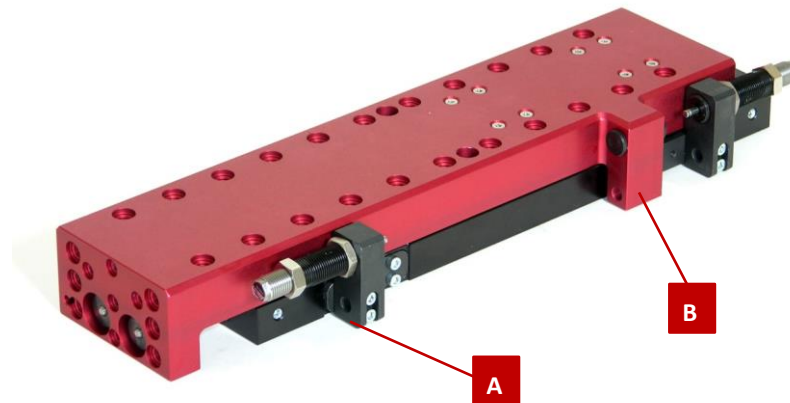
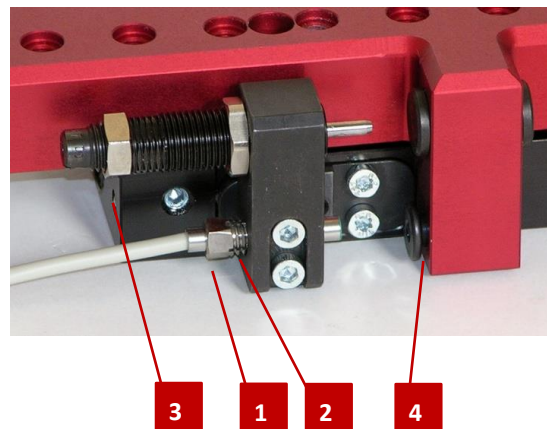

Abb. 12 A+B: Aufnahme des Induktiv-Initiators
Abb. 13 Montage Induktiv-Initiator
1. Initiator (Abb.13, 1) mit der Klemmhülse (Abb.13, 2) im Aufnahme A und B (Abb.12) einschrauben.
2. Initiator (Abb. 13, 1) zusammen mit Stossdämpfer (Abb. 13, 3) einstellen und festziehen.
4. Initiator auf korrekte Funktion prüfen über die Initiator-Kontaktschraube (Abb. 13, 4).